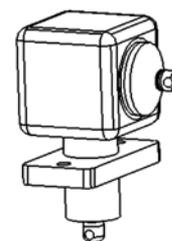

Fig. 5 Caixa de engrenagens cónicas
5.3 Caixa de engrenagens cónicas (Fig. 5)